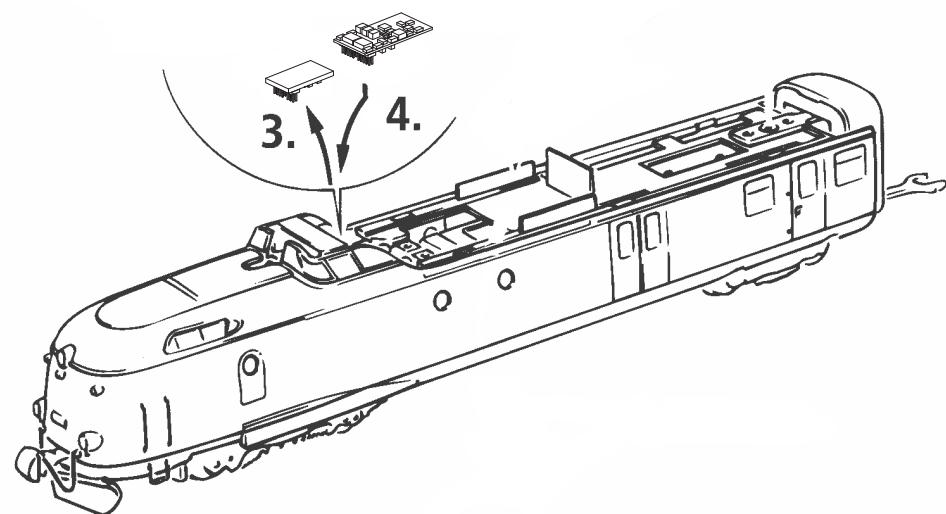

Fig. 7
**3. Haftreifenwechsel:** Zuerst den Getriebedekel abnehmen (Fig. 7). Danach den **Radsatz** herausnehmen und die **Haftreifen** mit einer Nadel od. mit einem feinen Schraubendreher abziehen (Fig. 10). Beim Aufziehen der neuen Haftreifen darauf achten, dass diese sich nicht verdrehen.
**3. Change of traction tyre:** Remove the gear cover (fig. 7). Take out **wheel set** and remove **traction tyre** using a pin or a fine screwdriver (fig. 10). When pressing on the new traction tyre please **avoid twisting it**.
**3. Échange des bandages d'adhérence:** Démontez d'abord **le couvercle du carter des engrenages** des engrenages (fig. 7). Délogez ensuite les essieux bandagées et enlevez, à l'aide d'une aiguille ou d'un tournevis fin, les bandages d'adhérence (fig. 10). Lors du montage des nouveaux bandages veuillez veiller à ce que les bandages **ne soient pas tor-dues**.